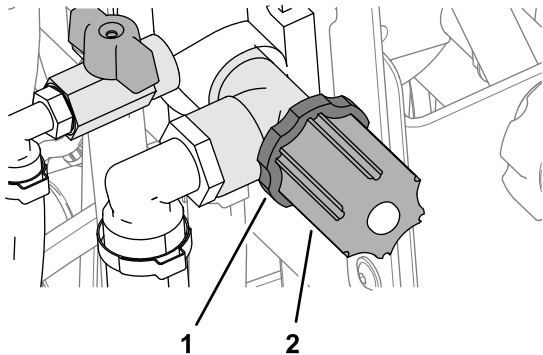

Figure 42
- Tournez le bouton de la vanne d'étranglement dans le sens horaire pour augmenter la pression du système de pulvérisation (Figure 42).
- Tournez le bouton de la vanne d'étranglement dans le sens antihoraire pour réduire la pression du système de pulvérisation (Figure 42).
7. Desserrez le contre-écrou et tournez le bouton de la vanne d'étranglement dans le sens antihoraire (Figure 42).